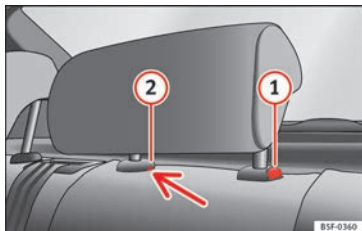

Fig. 147 Apoyacabezas trasero central: punto de desbloqueo.
- Para ajustar el apoyacabezas a una altura menor, pulse la tecla  » » » **fig. 147** y desplácelo hacia abajo.
- Pulse la tecla  » » » **fig. 147**, apretando a la vez por el orificio del seguro  » » » **fig. 147** con un destornillador plano de máximo 5 mm de anchura y retire el apoyacabezas.